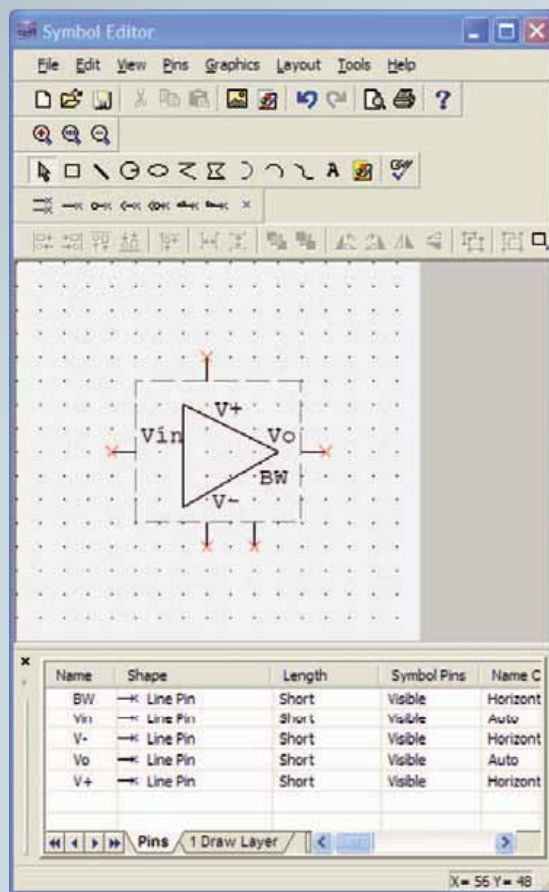

Fig. 21 - L'Edit di Multisim durante la creazione del simbolo.
- definiremo poi il nome e l'orientamento delle lettere dei singoli pin usando la finestra che si trova sotto l'immagine del simbolo (la Fig. 21 riporta una situazione intermedia tra la creazione del simbolo e l'assegnazione dei nomi ai pin);